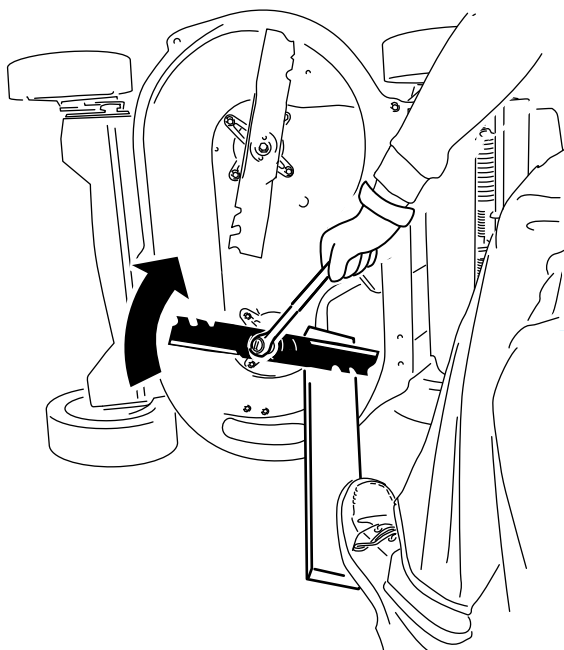

Figure 45
2. Immobilisez chaque lame à l'aide d'une planche et tournez le boulon de lame dans le sens horaire au moyen d'une clé dynamométrique comme montré à la Figure 45 ; serrez chaque boulon de lame à 82 N·m.